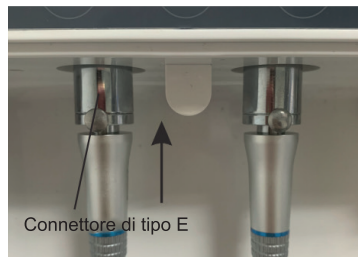

Figura 9
1. Aprire il coperchio dello sportello (come mostrato nella Figura 9). Installare il manipolo nel connettore a bassa velocità finché il manipolo e l'interfaccia non sono bloccati.
2. Aprire il coperchio dello sportello (come mostrato nella Figura 9). Installare il manipolo nel connettore a bassa velocità finché il manipolo e l'interfaccia non sono bloccati.